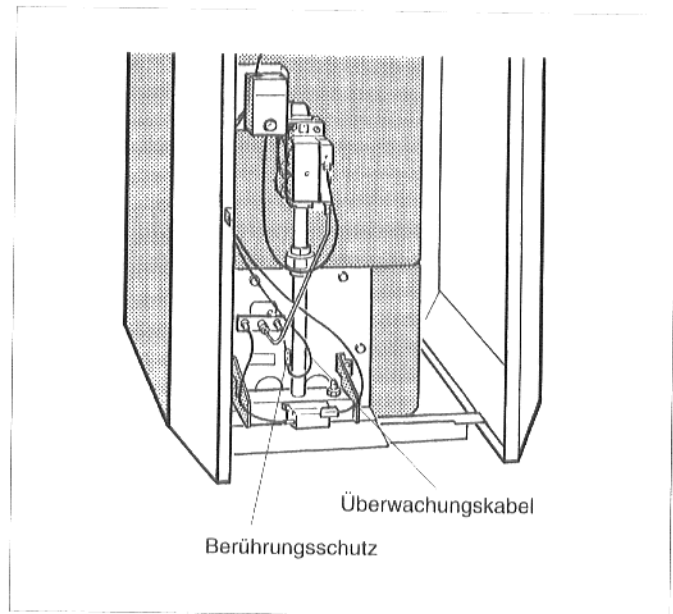

Abb. 36: Überwachungskabel
- Berührungsschutz am Überwachungskabel (Abb. 36) entfernen und Steckverbindung lösen.